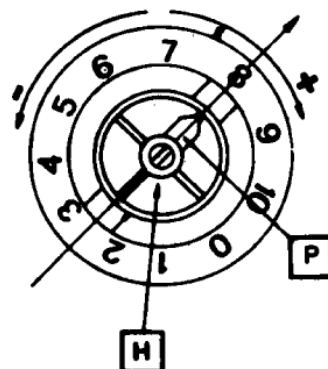
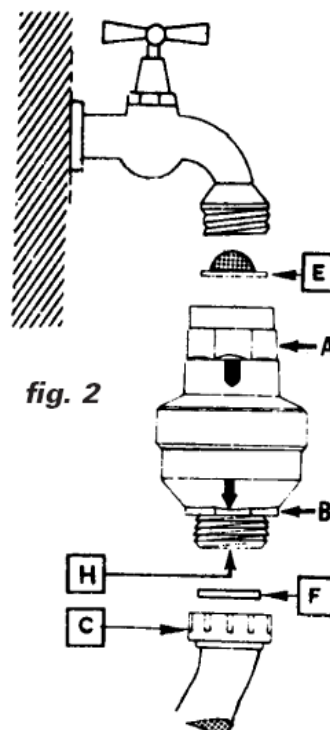

Fig. 1
fig. 2
Unentbehrliches Zubehör für Wasch- und Geschirrspülmaschinen, da unter den in den technischen Eigenschaften im folgenden beschriebenen Bedingungen das Durchlaufen von größeren Wassermengen als auf dem Anzeiger eingestellt wurde vermieden werden, wodurch ständiges Überlaufen verhindert wird. Das Gerät verfügt außerdem über ein spezielles Rückschlagventil (schützt vor Wasserverschmutzung). Zu einer optimalen Funktionsweise wird geraten, die Montage in vertikaler Position durchzuführen, wie auf Abb. 2 dargestellt, wobei die folgenden Angaben sorgfältig eingehalten werden müssen.
Der WATER BLOCK wird zwischen dem Wasserhahn und dem Zulaufschlauch des Hausgerätes (Abb. 2) montiert. Unter Zuhilfenahme des mitgelieferten Schlüssels wird der Anzeiger P im entgegengesetzten Uhrzeigersinn so lange gedreht, bis die gewünschte Position erreicht wird. Bei Haushalts-Waschmaschinen wird der Anzeiger P auf die Nr. 8 voreingestellt (Abb. 1), während bei Anwendung auf Geschirrspülmaschinen der Anzeiger P auf die Nr. 1.5 gestellt wird (Abb. 1).
1. Den WATER BLOCK manuell am Wasserhahn (3/4" Gas) anschrauben, wobei das Sieb E mit der Wölbung nach oben wie auf Abb. 2 dargestellt eingelegt wird. Eine falsche Montage des Siebs verhindert eine korrekte Funktionsweise des WATER BLOCKS. Im Falle von An- und Abschrauben mit Werkzeugen muß das entsprechende Achteck A benutzt werden.
2. Der Wasserzulaufschlauch C wird an der unteren Seite des WATER BLOCKS angeschraubt. Wenn der Wasserzulaufschlauch ein Sieb beinhaltet, muß dieses vorher entfernt und durch eine Flachdichtung F ersetzt werden. Im Falle von An- und Abschrauben mit Werkzeugen muß das entsprechende Sechseck B zur Blockierung des WATER BLOCKS während des Arbeitsgangs benutzt werden. Im Falle eines Defekts der ein ständiges Wasserleck hervorruft, schließt der WATER BLOCK im Anschluß den Durchfluß der Wassermenge die vorher auf dem Anzeiger P eingestellt wurde. Zur Wiederherstellung der Funktion des WATER BLOCKS nach Auslösung des Blockiersystems wird der Wasserhahn geschlossen und der Defekt behoben. Dann wird der Wasserzulaufschlauch C vom WATER BLOCK abgeschraubt und der Stift H gedrückt, der sich auf der Unterseite des Gerätes (Abb. 1) befindet. Wenn der Wassereingangsdruck hoch ist kann es passieren, daß der Knopf schwer zu drücken ist. In diesem Fall wird der WATER BLOCK leicht vom Wasserhahn abgeschraubt. Der Knopf H kann dann ganz leicht eingedrückt werden. Daraufhin werden die Arbeitsgänge unter dem Kapitel Einbau wiederholt.